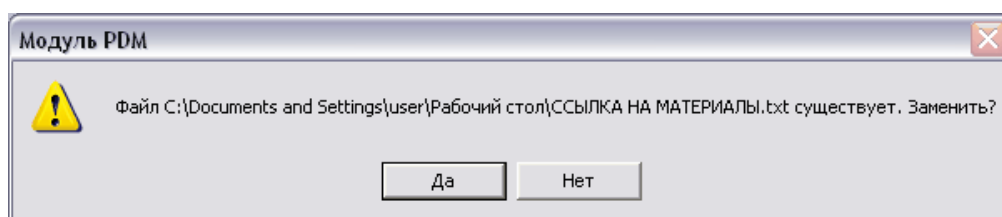

Рис. 139
- Если для файла на диске не установлен атрибут «**Только чтение**», то появится вопрос о замене файла на диске файлом из БД (Рис. 139).